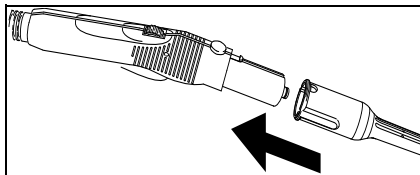

Bild 6
- Anslut önskat tillbehör (D1, E1, F1) med ångpistolen (C1). Stick tillbehörets öppna ände på ångpistolens öppna ände (C1) och skjut det så långt in på ångpistolens öppna ände (C1) att låsknappen (C2) låser fast tillbehöret i ångpistolens öppna ände (se bild 6).